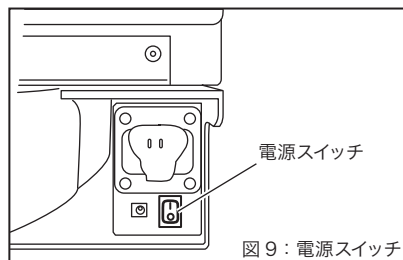

図 9：電源スイッチ
### 2. 電源スイッチを「I」側 (ON) にします。(図9)